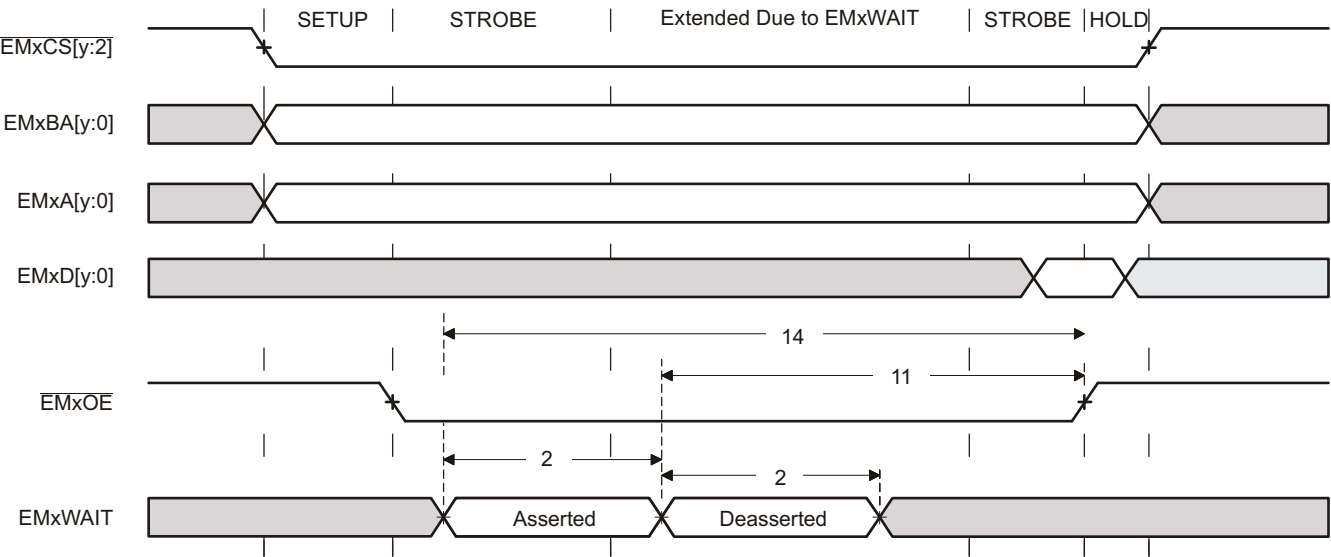
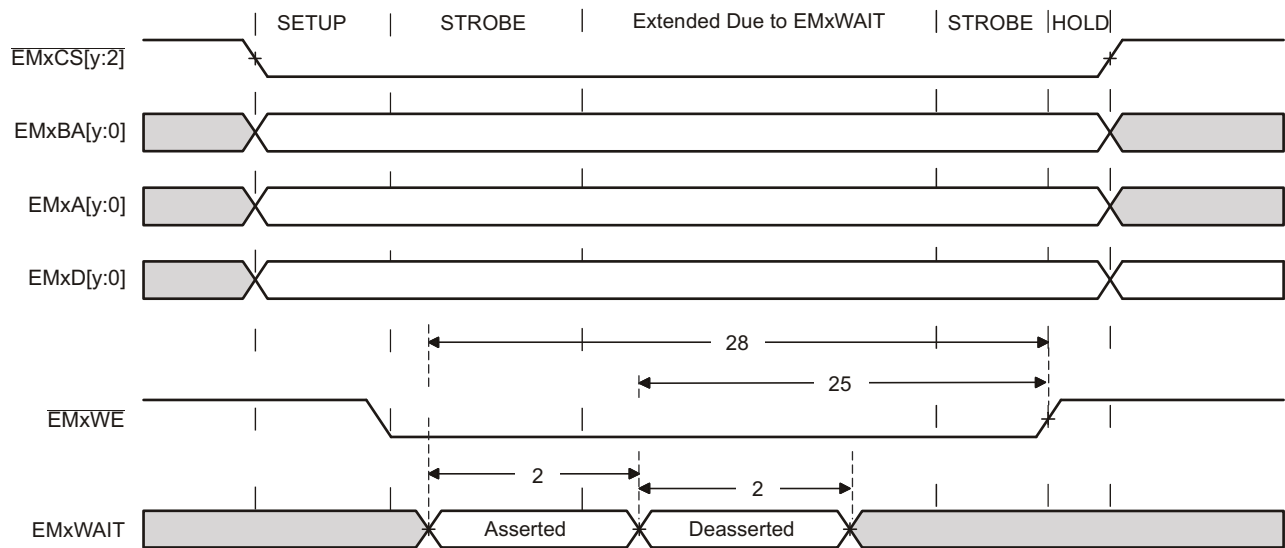

图 7-27. EMxWAIT 读取时序要求
图 7-29. EMxWAIT 写入时序要求
(1) E = EMxCLK 周期, 单位为 ns。
(2) 在选通阶段结束前建立 ( 如果没有插入扩展等待状态 ), 此时 EMxWAIT 必须生效以增加延长等待状态。图 7-27 和图 7-29 描述了 包含在选通阶段插入的扩展等待状态的 EMIF 事务。然而, 作为延长等待周期的一部分插入的周期不应被计算在内; 如果没有扩展等待周期, 4E 要求则从保持 (HOLD) 阶段开始。